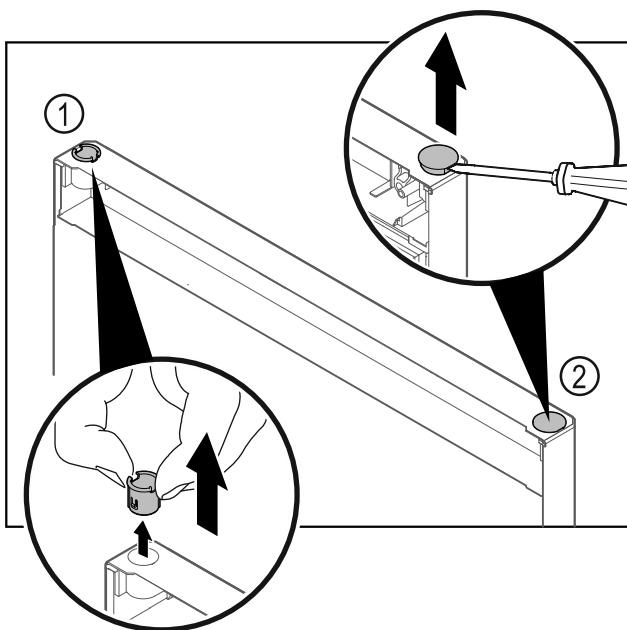

Fig. 15
- ▶ Extrageți bușca balamalei Fig. 15 (1) cu degetele.
- ▶ Ridicați dopul de acoperire Fig. 15 (2) cu precauție cu o șurubelniță dreaptă și extrageți-l.